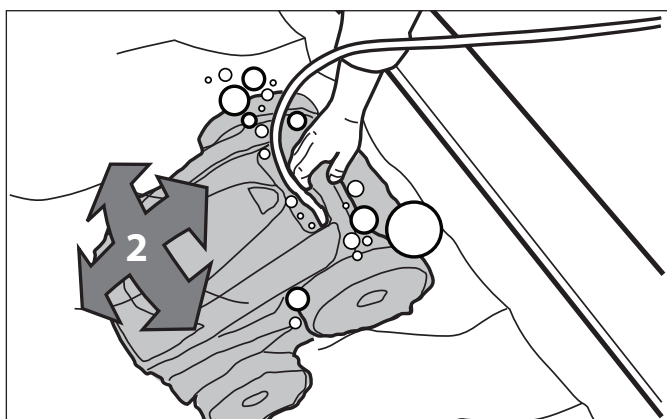

Figura 14. Limpiafondos abajo de la piscina
2. Asegúrese de que la unidad se hunda hasta el fondo de la piscina. Vea la Figura 14.